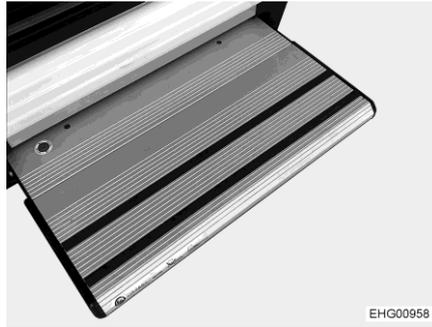
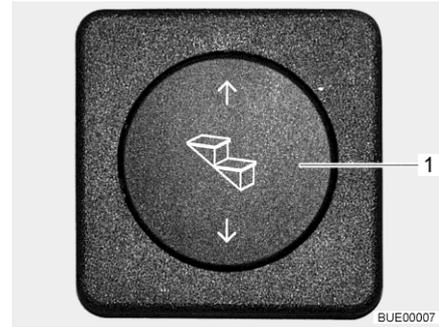

Fig. 4 Escalón de entrada
Fig. 5 Conmutador de mando del escalón de entrada
Extraer el escalón de entrada (Fig. 4) completamente antes de pisarlo.
- Pulsar el interruptor basculante (Fig. 5,1) por abajo hasta que esté completamente extraído el escalón de entrada (Fig. 4).
- Pulsar el interruptor basculante (Fig. 5,1) por arriba hasta que haya introducido completamente el escalón de entrada (Fig. 4).